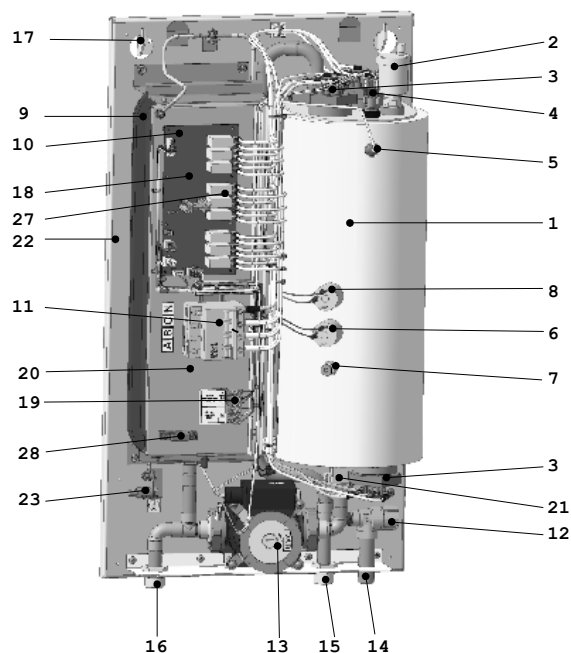

Рис. 1
Установочную панель (22) Рис. 1, на которой смонтированы котел в теплоизоляции (1), циркуляционный насос (13), экспанзомат (9), зажим заземления для подключения заземляющего проводника (23) и панель электропитания (20). Котел содержит три блока ТЭНов (3). В верхней крышке котла установлены автоматический воздухоотводчик (2) с дренажной системой, аварийный датчик температуры (4). На корпусе котла расположены рабочий датчик температуры теплоносителя (5), датчики максимального (6) и минимального (8) давления, датчик манометра (7).
4.4. Подключение прибора к системе отопления производится с помощью входного патрубка (16) G 3/4 и выходного патрубка (15) G 3/4. Рис.1. Сброс воды при срабатывании предохранительного клапана осуществляется через дренажный патрубок (14) G1/2, подключаемый к канализации.